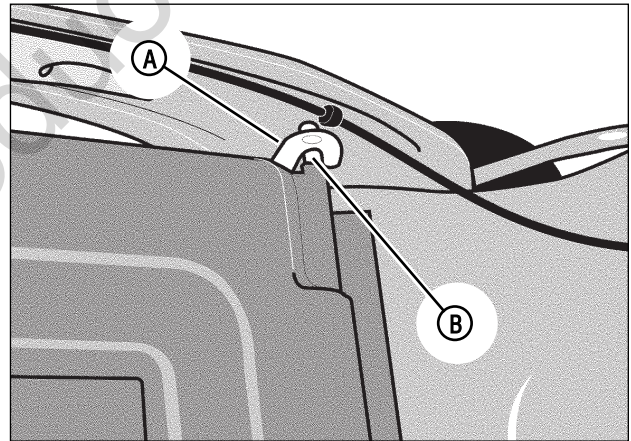

Figura 12: Ganchos de la bolsa de césped
3. Agarrando la manija (B) de la bolsa de césped, instale la bolsa de césped en la parte trasera del cortacésped, verificando que los ganchos (A, Figura 12) de la bolsa de césped sean enganchados en la barra-pivote (B) de la puerta trasera.